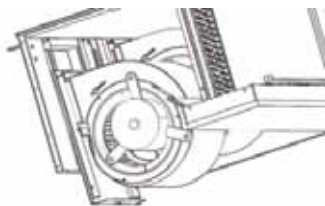

Рис. 10.7
1. Поднимите двигатель вентилятора и введите его упоры в пазы направляющих. Для этого потребуются усилия двух человек. (Рис. 10.7).